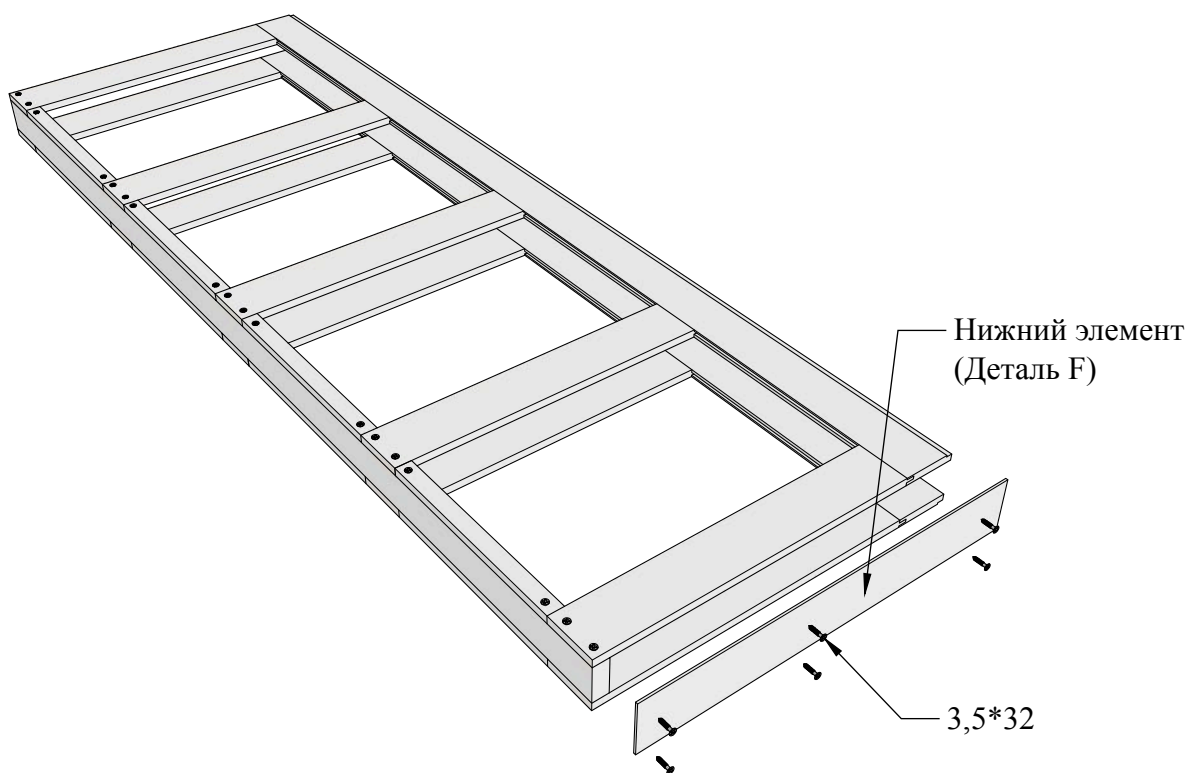

Рисунок 12
4.5 Установить нижний элемент (деталь F) и закрепить саморезами 3,5\*32 (Рис. 12).